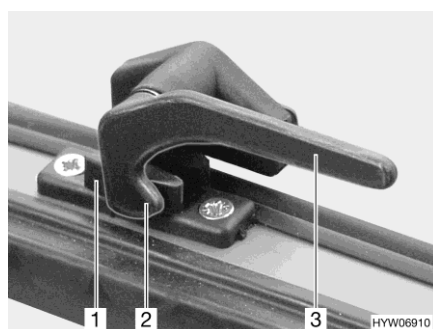

Fig. 64 Levier de verrouillage (position "Fermé")
- Tourner tous les leviers de verrouillage (Fig. 64,3) d'un quart de tour vers le centre de la fenêtre.
- Tourner tous les leviers de verrouillage (Fig. 64,3) d'un quart de tour vers le cadre de la fenêtre. Le tenon de verrouillage (Fig. 64,2) se trouve toujours sur le côté intérieur du verrouillage de fenêtre (Fig. 64,1).
- En position "Fermé" (Fig. 64)